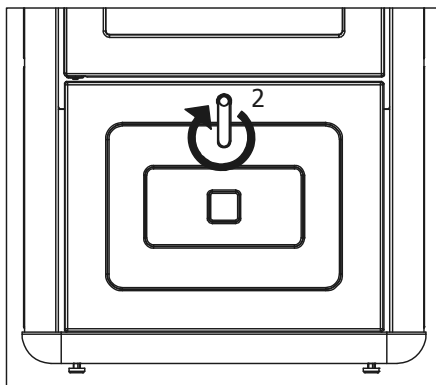

Fig.5 Ingresso aria secondaria
L'aria secondaria come detto è quella che permette il completamento della combustione e l'innalzamento dei rendimenti (leva in pos.2 - fig.5).
La posizione della leva nella fig.5 determina la potenza nominale riducendo al minimo l'aria primaria e l'ingresso dell'aria secondaria.